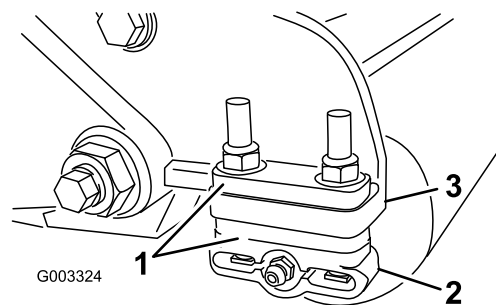

Figura 12
1. Regolate le staffe del rullo posteriore (Figura 12) in base all'altezza di taglio desiderata posizionando il numero di distanziali necessari sotto la flangia di montaggio della piastra laterale (Figura 12) conformemente a *Tabelle di selezione altezza di taglio e controlama* (pagina 13).